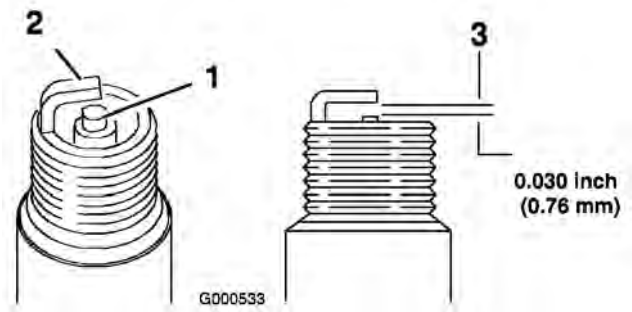

Bild 32
2. Prüfen Sie den Abstand zwischen den mittleren und seitlichen Elektroden (Bild 32). Verbiegen Sie die seitliche Elektrode (Bild 32), wenn der Abstand nicht stimmt.
1. Sehen Sie sich die Mitte der Zündkerze(n) an (Bild 32). Wenn der Kerzenstein hellbraun